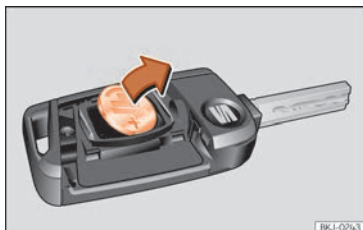

Fig. 134 Clé du véhicule : retirez la pile.
- Retirez la pile du compartiment à l'aide d'un objet fin approprié » » » fig. 134.
- Placez la pile neuve comme indiqué » » » fig. 134 et appuyez-la contre le logement des piles dans le sens contraire de la flèche » » » ❷.